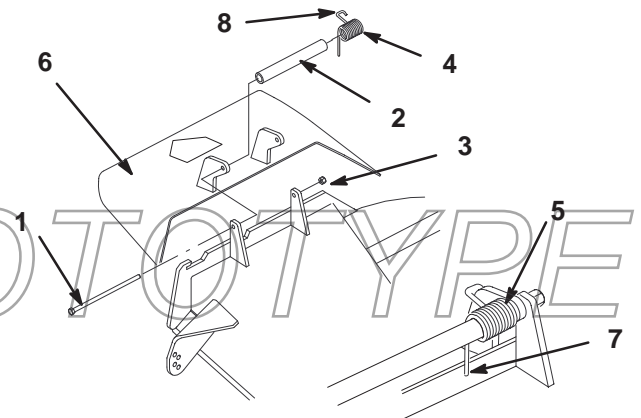

Figure 61
1. Retirez le contre-écrou, le boulon, le ressort et l'entretoise qui fixent le déflecteur aux supports de pivot (Fig. 61). Enlevez le déflecteur s'il est endommagé ou usé.
Remarque : prenez soin de placer l'extrémité droite du ressort derrière le bord du plateau avant de mettre le boulon en place, comme indiqué à la Figure 61.
3. Remettez le boulon et l'écrou. Accrochez l'extrémité crochue du ressort au déflecteur d'herbe (Fig. 61).